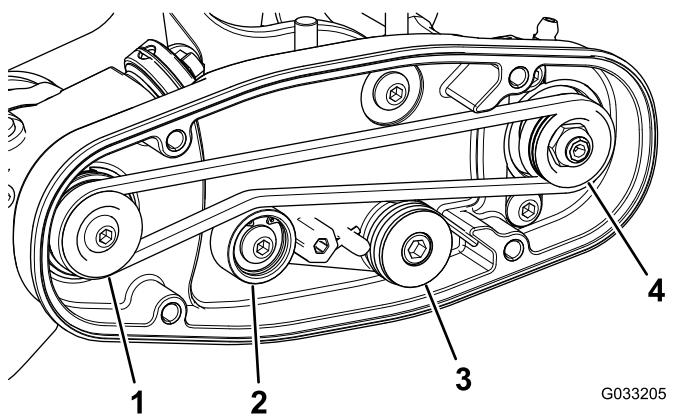

图 25
- A. 先缠绕驱动皮带轮周围的皮带然后再缠绕怠轮皮带轮顶部上方的皮带 图 25。
B. 启动从动皮带轮上的皮带 图 25。